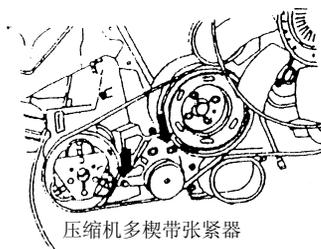

图 1.10 拆下空调压缩机部件
- ⑫ 拆下空调压缩机多楔带张紧器螺栓和空调压缩机多楔带，如图 1.10 所示。